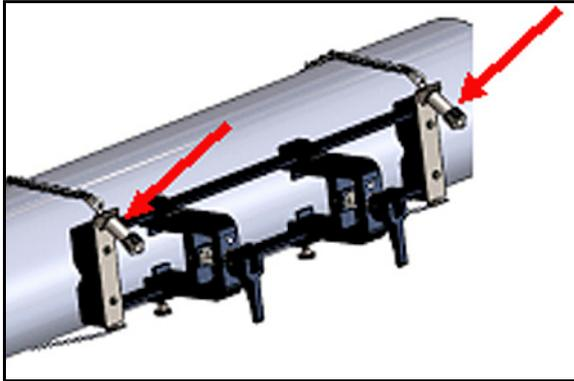

Figure 16 : Serrage de la fixation au tuyau
9. Après avoir terminé l'alignement, serrez complètement les deux chaînes en tournant l'écrou au-dessus des deux mécanismes à vis de la chaîne (reportez-vous à la *Figure 16* ci-dessous) jusqu'à ce que la chaîne soit suffisamment serrée pour résister à tout mouvement de la fixation.